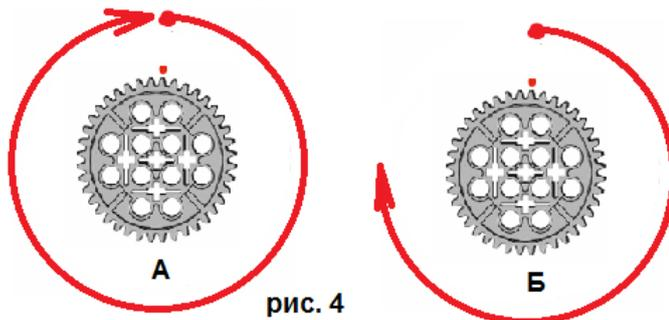

рис. 4
14) Какая шестеренка на рис. 4 делает полный оборот? А или Б?